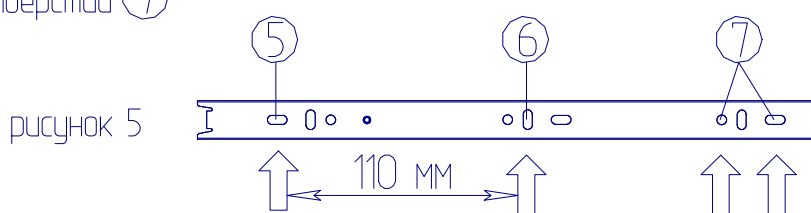

рисунок 5
Крепление направляющей к боковой стенке ящика (рисунок 5):
2. Прикрепить направляющую к боковым стенкам ящика с помощью шурупов 3,5х16 через отверстия (5) и (6)* (рисунок 5)